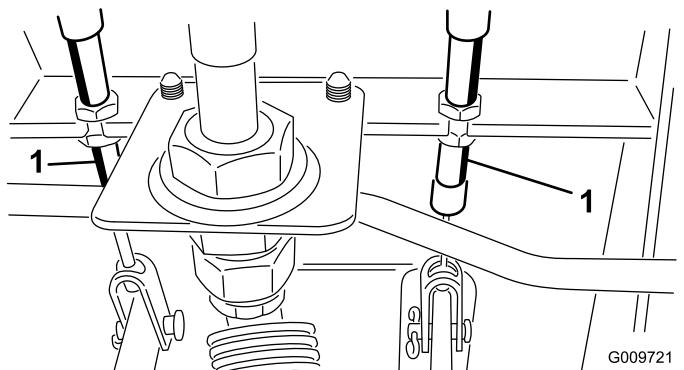

Figura 87
- A. Afloje la tuerca delantera del extremo roscado del cable de freno (Figura 87).